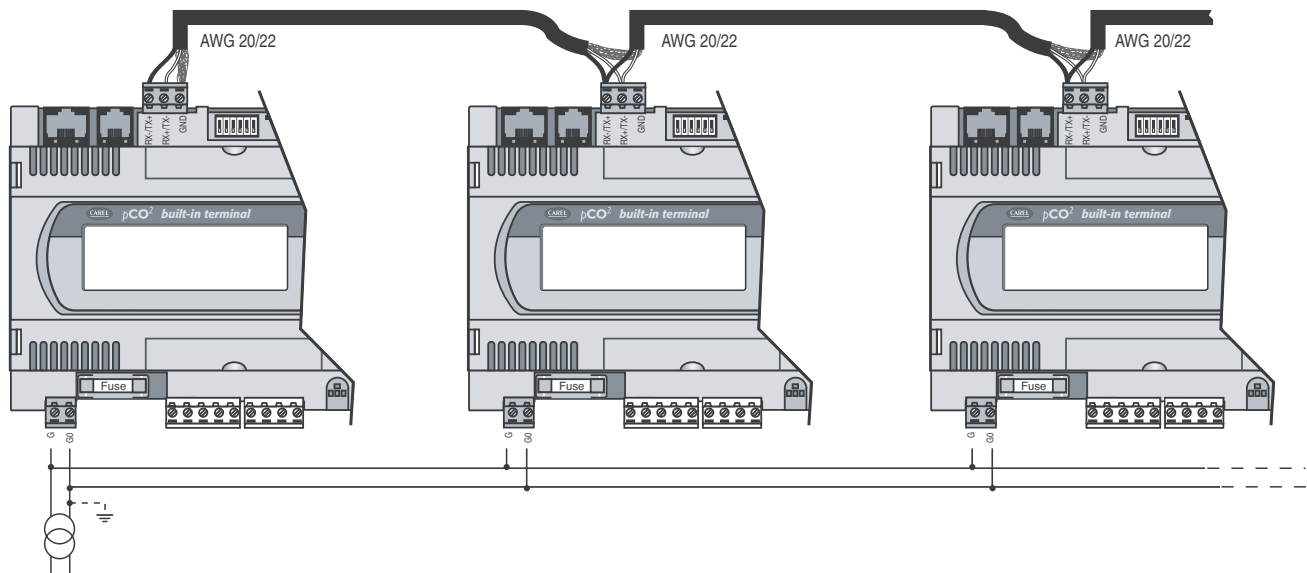

Fig. 5.4.1
La Fig. 5.4.1 rappresenta lo schema di più schede collegate in rete pLAN alimentate dallo stesso trasformatore; questa è una tipica applicazione di più schede collegate all'interno di uno stesso quadro elettrico.
Fig. 5.4.1 shows a diagram of a number of boards connected in a pLAN network and powered by the same transformer (typical application: a number of boards connected inside the same electrical panel).
- with these configurations (Figs. 5.4.1 .2 .3) Class II safety transformers must be installed.